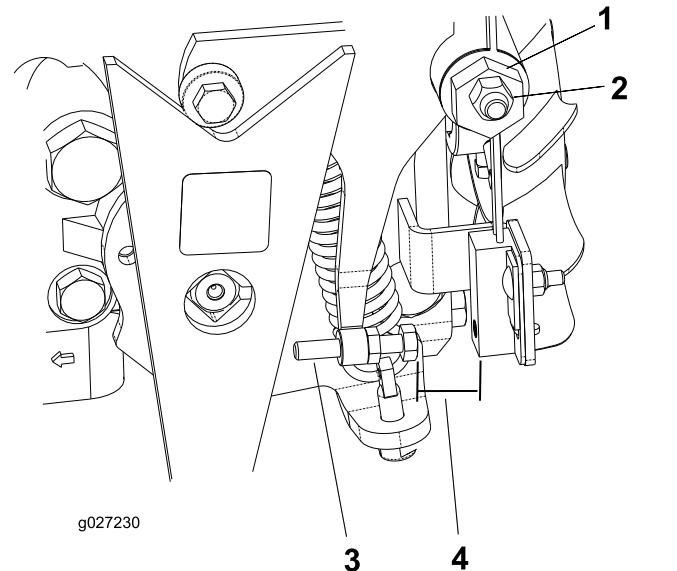

图36
4. 拧松牵引调节凸轮上的锁紧螺母图36。
5. 启动发动机并朝两个方向旋转凸轮六角螺栓图36以确定中档范围的中点。
3. 调节螺丝直至气隙为 0.8-2.3mm 请参阅图36。